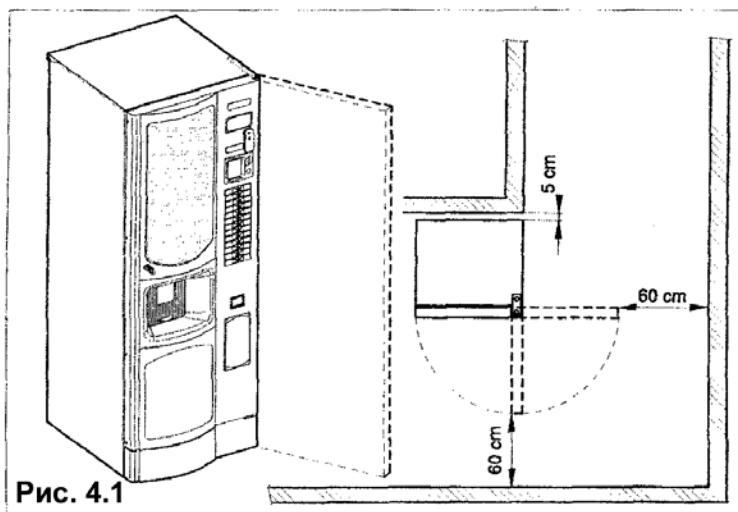

Рис. 4.1
- При размещении автомата у стены необходимо соблюдать минимальное расстояние от стены 5 см (рис. 4.1), чтобы обеспечить его постоянную вентиляцию. Ни в коем случае не накрывайте автомат тканью или другими материалами.
Если автомат установлен в проходе, предназначенном для экстренной эвакуации, убедитесь, что при открытой дверце автомата так или иначе остается достаточно места, чтобы его обойти (рис. 4.1).